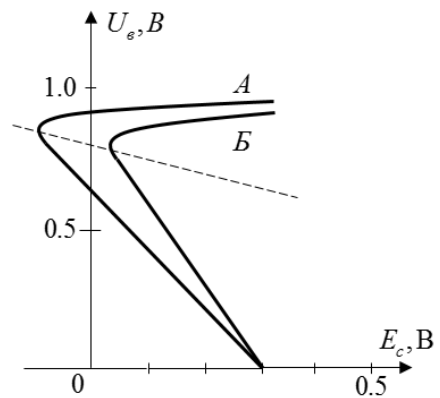

Рис.1.16
- 1.44.** Каким значениям  $SR_y$  соответствуют диаграммы срыва, отмеченные на рис.1.16 буквами А и Б?